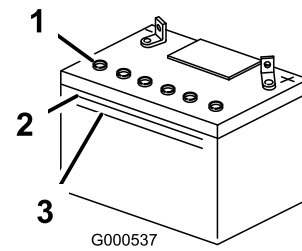

Figura 42
2. Mire hacia el lateral de la batería. El electrolito debe llegar a la línea superior (Figura 42). No permita que el electrolito esté por debajo de la línea inferior (Figura 42).
3. Retire los tapones de ventilación de la batería (Figura 42).
4. Vierta lentamente agua destilada en cada célula de la batería hasta que el nivel de electrolito llegue a la línea superior (Figura 42) de la caja de la batería.
5. Espere de cinco a diez minutos después de llenar las células de la batería. Añada agua destilada, si es necesario, hasta que el nivel de electrolito llegue a la línea superior (Figura 42) de la caja de la batería.